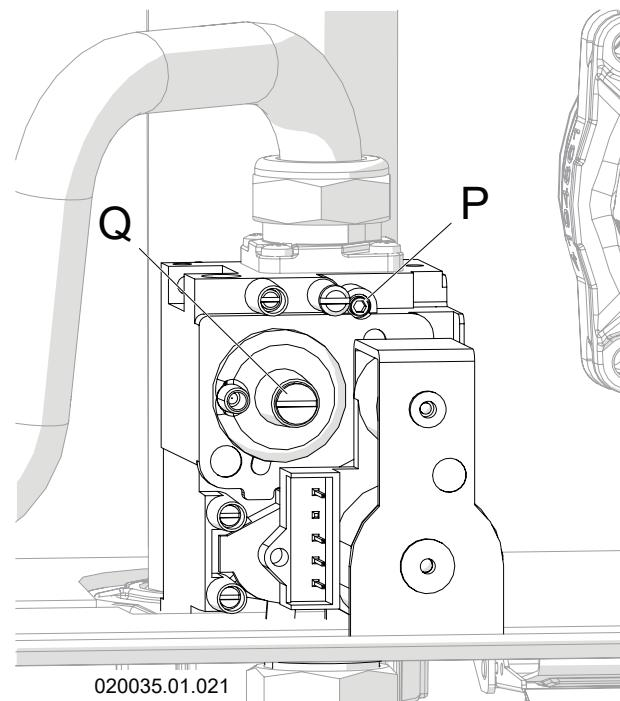

Figura 6-10 - Valvola del gas
- Ruotare in senso orario la vite "P" (Figura 6-10) per diminuire il tenore di CO2;
- Ruotare in senso antiorario la vite "P" (Figura 6-10) per aumentare il tenore di CO2;
- 11.- una volta terminato il controllo sigillare con vernice rossa o sistema equivalente la vite "P" (Figura 6-10);
- Ruotare in senso antiorario la vite "Q" (Figura 6-10) per diminuire il tenore di CO2;
- Ruotare in senso orario la vite "Q" (Figura 6-10) per aumentare il tenore di CO2;
- 18.- una volta terminato il controllo, sigillare con vernice rossa o sistema equivalente la vite "Q" (Figura 6-10);